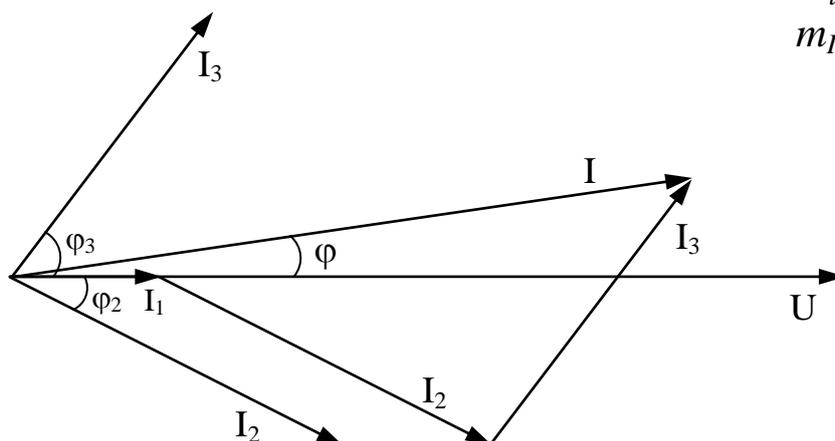

Рис.2.4 Векторная диаграмма заданной схемы
4. Если не применять комплексный метод расчёта токов, то для определения тока  $I$  необходимо построить векторную диаграмму. Выбираем масштаб для токов и напряжения. Относительно вектора напряжения откладываем вектора токов в ветвях электрической цепи (рис.2.4).